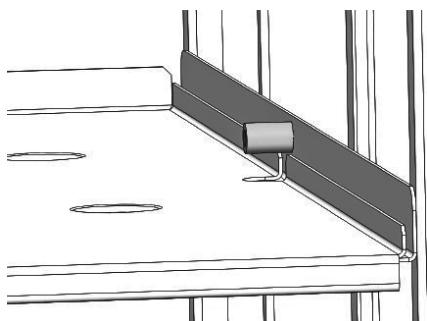
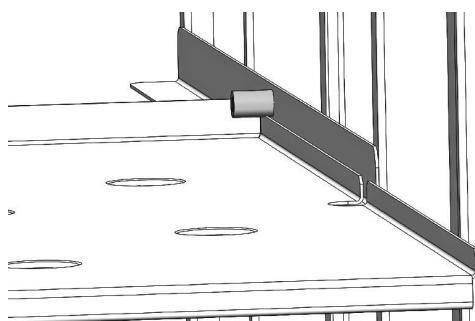

Рис.2
Рис.3
4.9. Для удобства процесса загрузки/разгрузки витрины, полки выполнены с фиксатором и имеют возможность выдвигаться на половину своей длины (*рис.3*). Для того, чтобы извлечь полку из витрины, необходимо в полностью задвинутом положении полки (*рис.2*) поднять её вверх. При этом ограничивающий ролик на решётке пройдет через паз в полке.